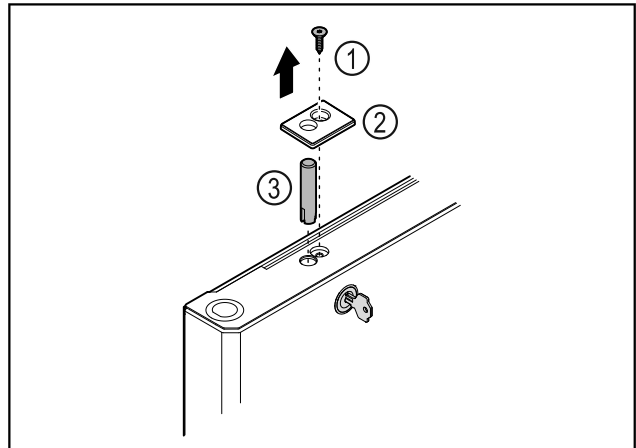

Fig. 38
- ▶ Vegye ki a csavart Fig. 38 (1).
- ▶ Pattintsa ki a burkolatot Fig. 38 (2) egy csavarhúzó segítségével, és vegye le.
- ▶ Húzza ki a zárcsapot Fig. 38 (3).